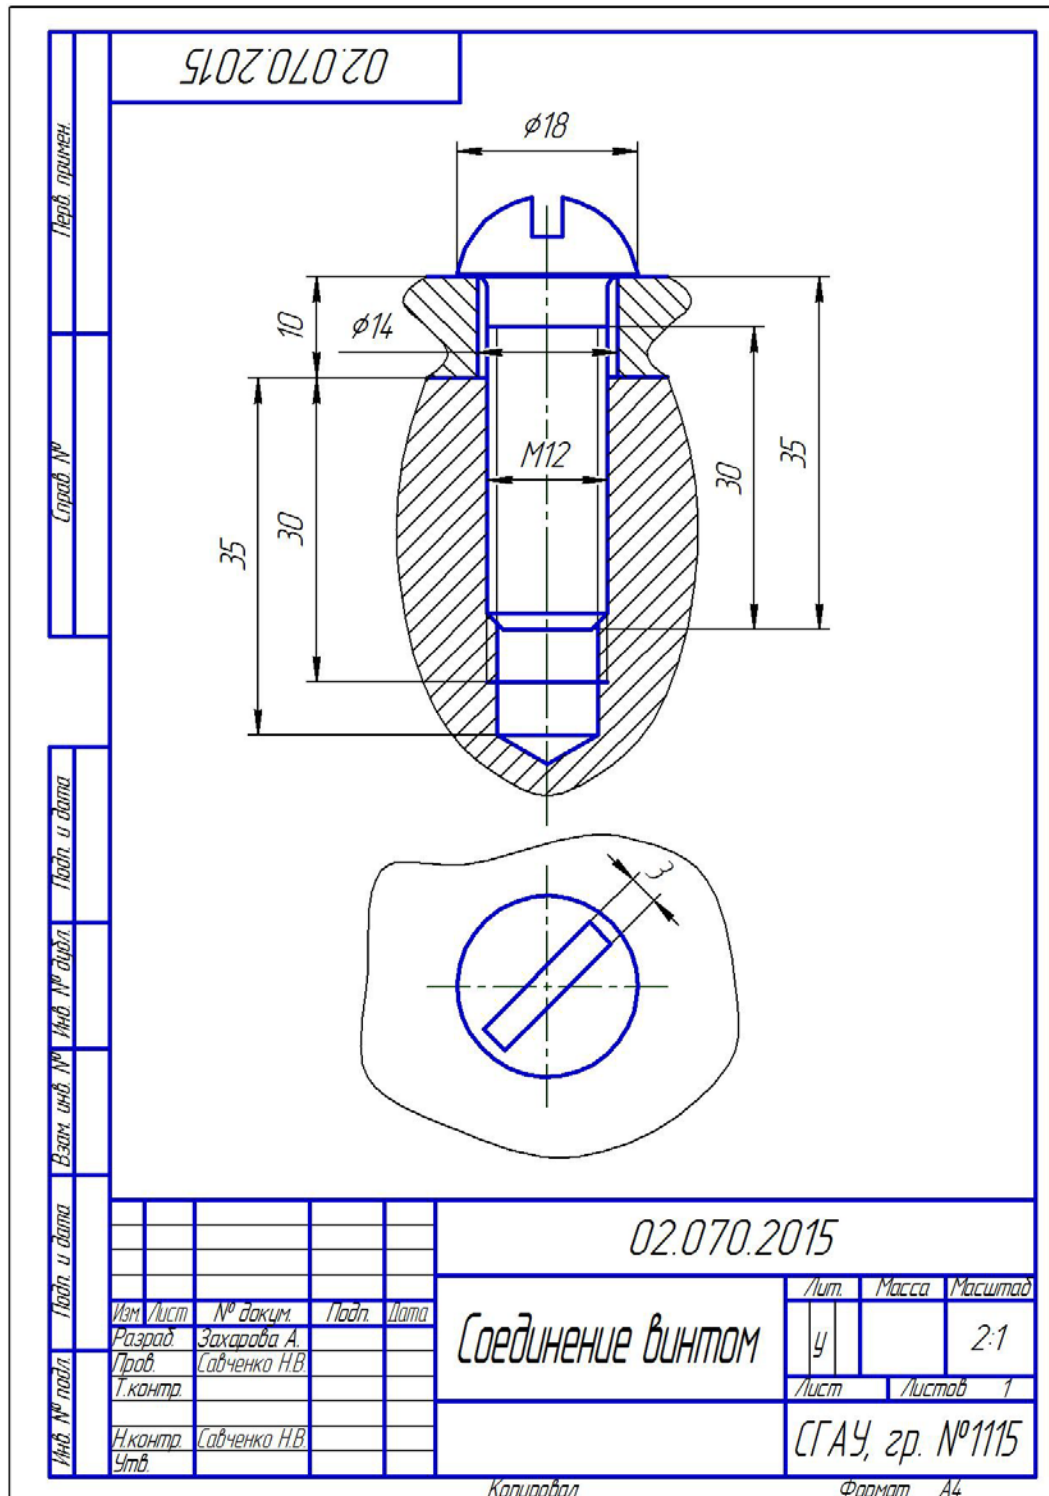

Рис. 3.15. Графическое задание для построения чертежа «Соединение винтом»
- чертёж «Соединение винтом» (рис. 3.15).
Чертеж соединения включает в себя два изображения (рис. 3.15) – фронтальный разрез и вид сверху, расположенные в непосредственной проекционной связи. Для их построения целесообразней воспользоваться новым видом 1, выбрав масштаб таким образом, чтобы изображение соединения занимало примерно две трети рабочей области чертежа.14